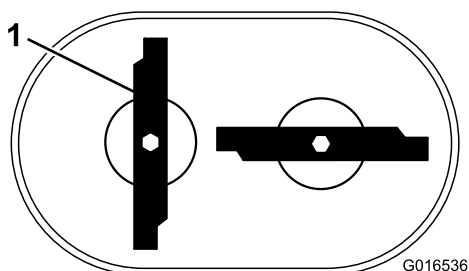

Figure 32
**Remarque:** Les lames devraient être perpendiculaires et former un « T » renversé, comme montré à la Figure 32.